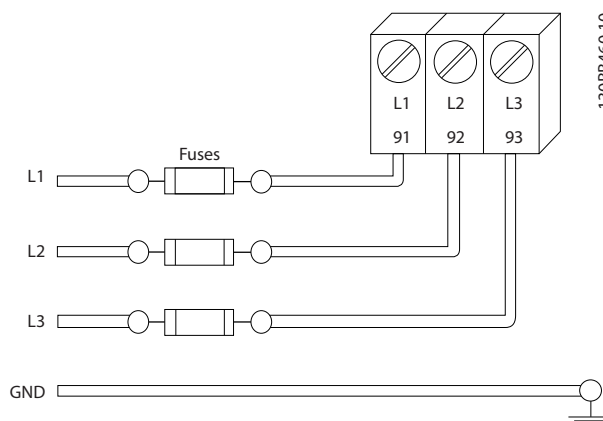

Bild 2.6 Frekvensomformare Säkringar
- Alla frekvensomformare måste ha kortslutningsskydd och överspänningsskydd. Ingångssäkring krävs för att ge skydd, se Bild 2.6. Om de inte fabriksmonteras måste säkringar levereras av installatören som en del av installa-